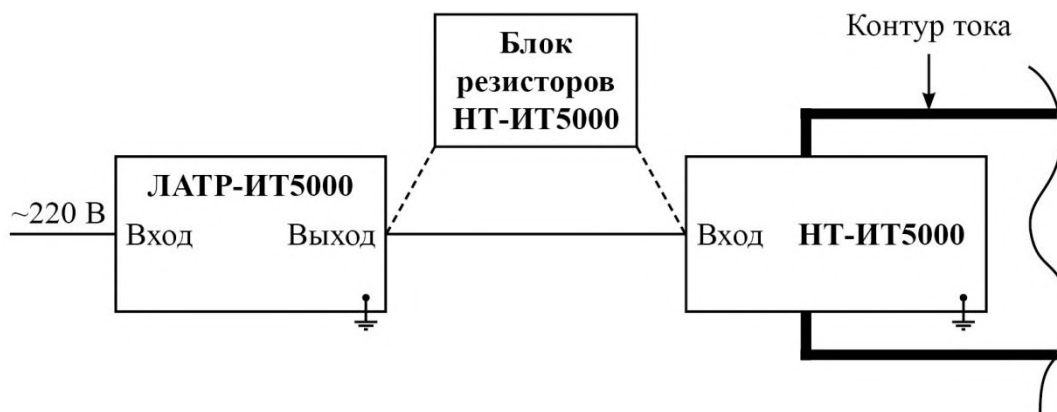

Рис. 1. Схема включения ИТ5000
На рис. 1 приведена схема включения ИТ5000. Регулятор напряжения ЛАТР-ИТ5000 подключается к сети переменного тока 220 В. Розетка «Выход» ЛАТР-ИТ5000 соединяется с вилкой «Вход» НТ-ИТ5000 кабелем «ЛАТР-НТ». Кабели «К-240», «К-120», «К-50», «К-16» используют в качестве внешней обмотки (контура тока). Их пропускают через отверстие на блоке НТ-ИТ5000 и подключают к первичным обмоткам измерительных ТТ. При работе на номинальных первичных токах 250, 200 и 150 А для проверки одно- и пятипроцентных значений тока измерительных ТТ между блоками ЛАТР-ИТ5000 и НТ-ИТ5000 необходимо включать Блок резисторов НТ-ИТ5000.
1) Собрать схему включения ИТ5000 (см. рис. 1). Собрать схему для поверки ТТ согласно рис. 3 ГОСТ 8.217–2003.